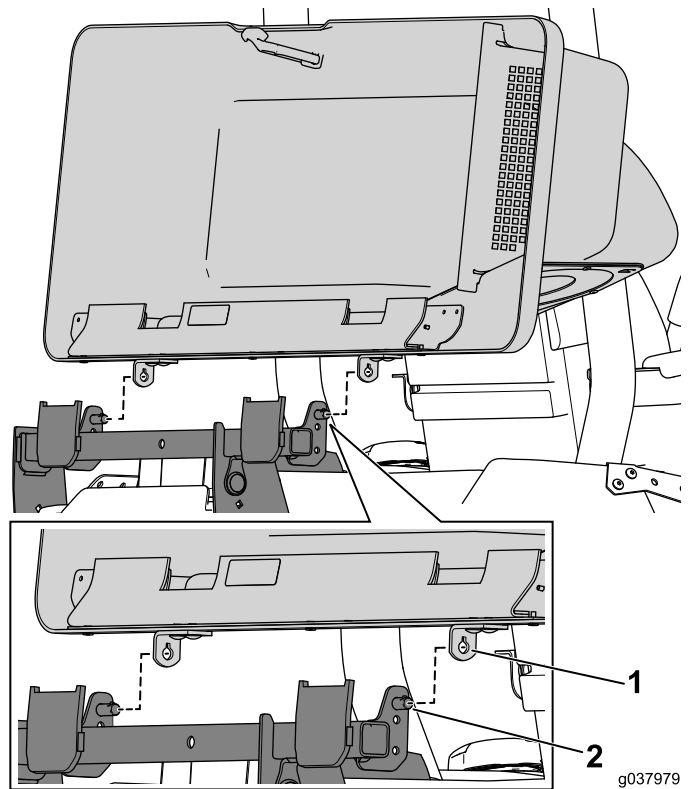

Figura 20
2. Allineare i fori sulla staffa orientabile in corrispondenza delle predisposizioni sul perno girevole e far scorrere in posizione (Figura 20).